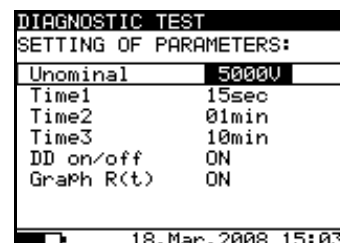

Bild 18. Einstellmenü der Diagnoseprüfung
- Drücken Sie die Taste **SELECT**; das Einstellmenü erscheint im Display, siehe **Bild 18**.